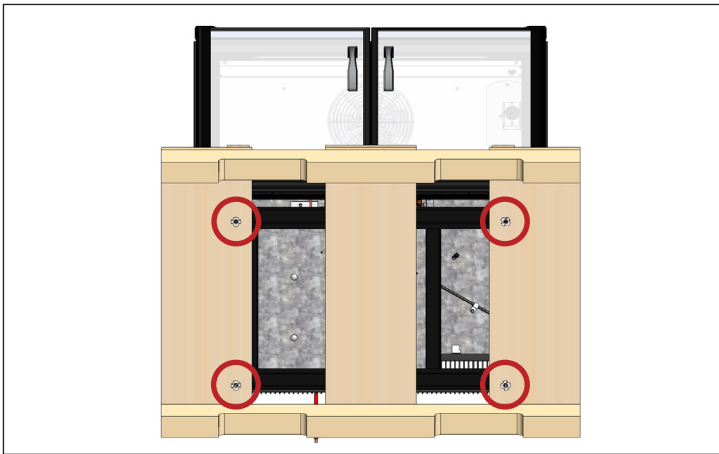

Рис. 1. Расположение транспортных болтов.
5. Удалите все транспортные болты, которыми поддон крепится к нижней части устройства. См. рис. 1.